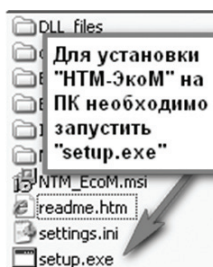

Рисунок 9
8.2.3 Запустить файл setup.exe, записанный на CD (рисунок 9), и следовать дальнейшим инструкциям на экране ПК (нажимать кнопку «Далее»).